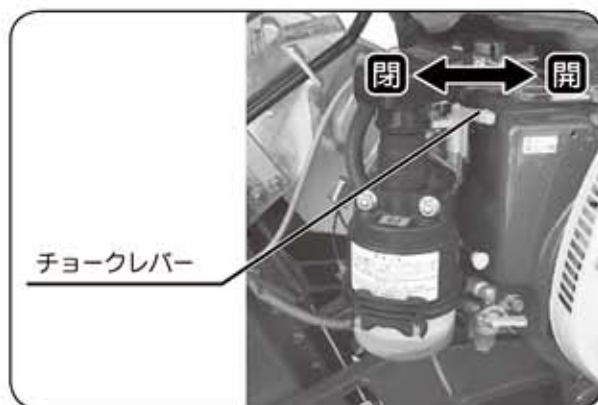

図7
(図7)
⑧エンジンの調子を見ながら、チョークレバーを徐々に戻して、チョークを【開】位置にしてください。(図7)